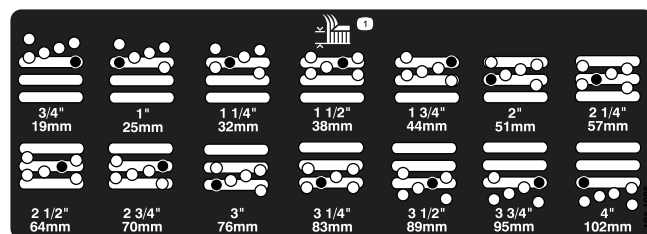

Figura 19
5. Mueva la cámara a la altura deseada e instale el espaciador en el taladro y la ranura de altura de corte deseados (Figura 19).